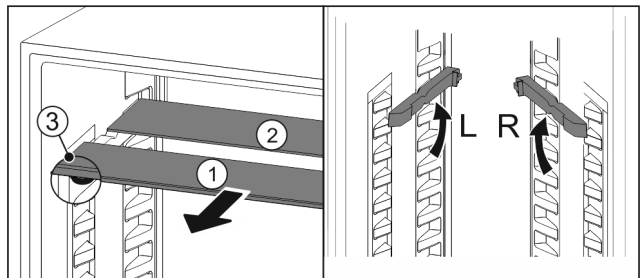

Fig. 94
- ▶ Посуньте Fig. 94 (1) скляну панель вперед.
- ▷ Скляна панель Fig. 94 (1) з декоративною планкою лежить спереду.
- ▷ Стопори Fig. 94 (3) показують вниз.